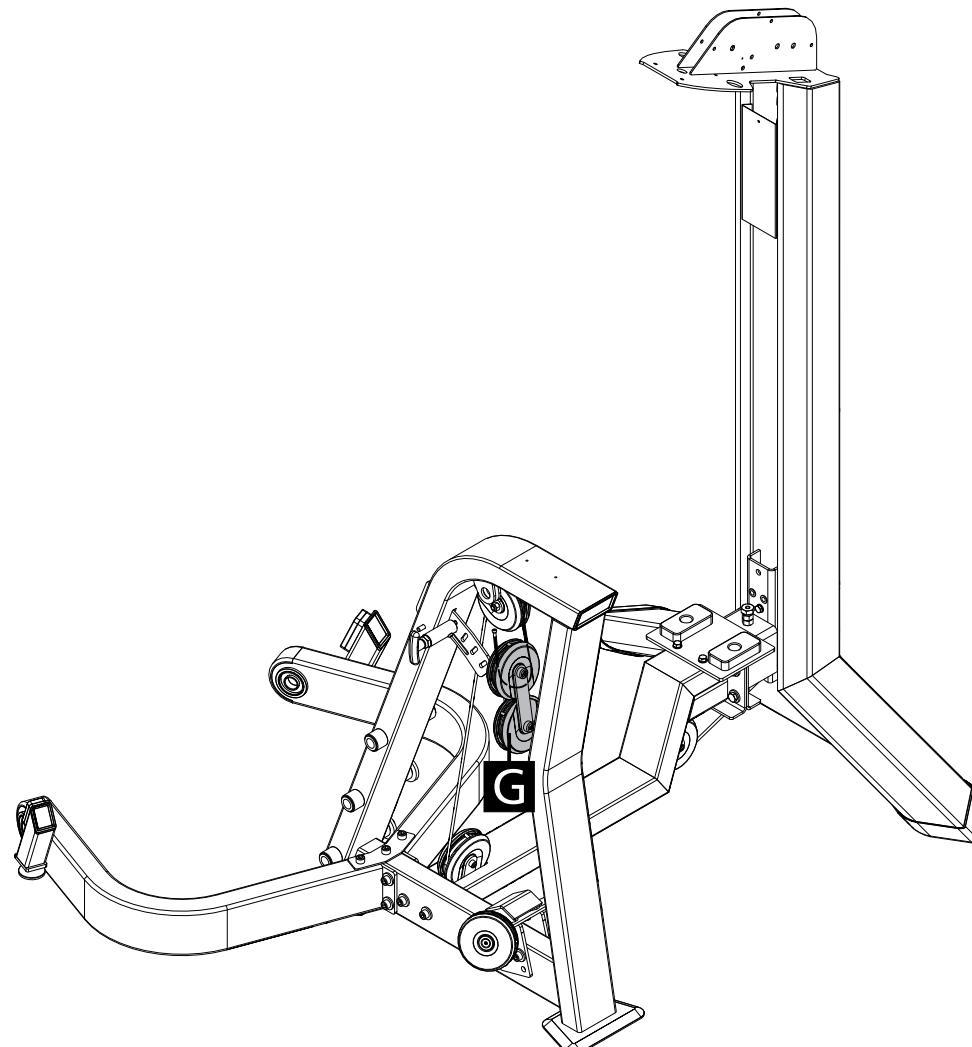

Figura 4-7
1 - Passe o cabo de aço pelo conjunto de roldanas (G), observe a posição dos pinos trava do cabo de aço, caso seja necessário afrouxe o parafuso para fazer a passagem do cabo. (Figura 4-7).